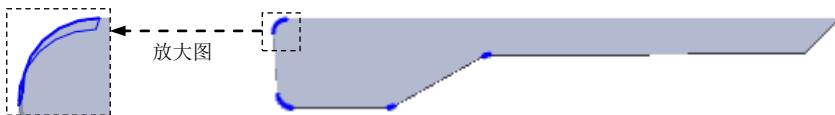
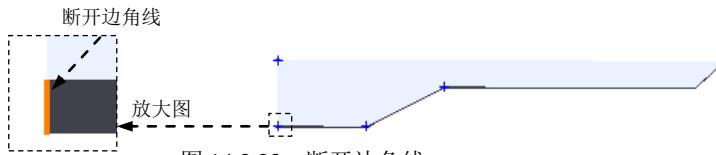

图 14.2.22 断开一边角 1
图 14.2.23 断开边角线
(4) 单击  按钮，完成基体—法兰 1 的创建。
Step3 创建图 14.2.22 所示的钣金特征——断开一边角 1。
(1) 选择命令。选择下拉菜单 **插入(I)** → **钣金(H)** → **断裂边角(E)...** 命令(或单击“钣金”工具栏中的  按钮)。
(2) 定义折断边角选项。激活 **折断边角选项(B)** 区域的 ，选取图 14.2.23 所示的各边线。在 **折断类型:** 文本框中选取“圆角”按钮 ，在  文本框中输入圆角半径值 1.5。
(3) 单击 \checkmark 按钮，完成断开一边角 1 的创建。